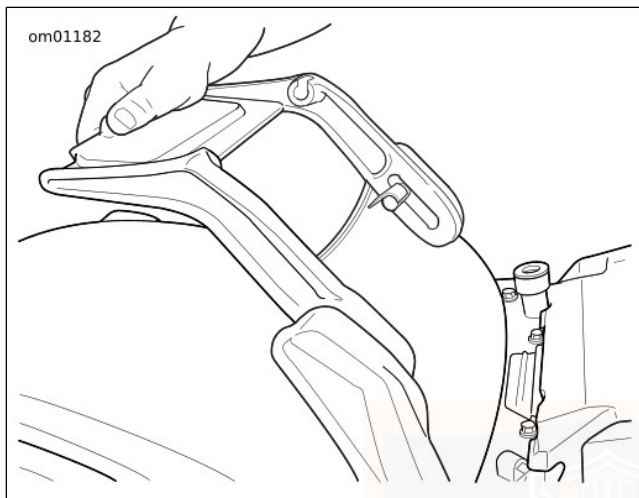

Figura 71. Sostegno del sellino in posizione: Modelli FXCWC
3. Vedere Figura 71. Spingere nuovamente il sostegno del sellino verso il basso, giù per le scanalature, in modo tale che i perni di arresto si impegnino completamente nel fondo delle scanalature laterali dell'alzata.